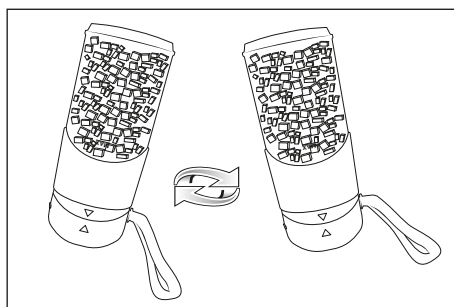

Fig. 1
- 4) Dé la vuelta al aparato de forma que la tapa **1** apunte hacia abajo. Puede mover el aparato para distribuir mejor los ingredientes mientras los procesa. Para ello, sujete el aparato con la mano y desplácelo de un lado para otro con movimientos oscilantes (consulte la fig. 1). Asegúrese de que la tapa **1** no se suelte del vaso para batir **6**.